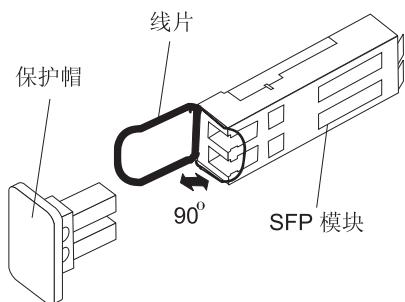

图 18. 松开金属丝类 SFP 模块滑锁
- 如图 18 中所示, 对包含金属丝卡口的 SFP 模块, 从 90° 方向向外拉动金属丝滑锁, 以松开 SFP 模块滑锁。